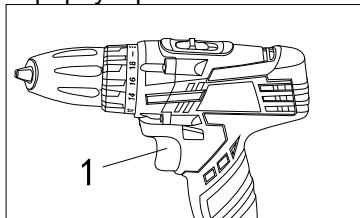

Рис.7
Шуруповерти оснащені вимикачем (1) з плавним регулюванням числа обертів. Повільне обертання при легкому натисканні на вимикач, при сильнішому натисканні оберти збільшуються (Рис. 7).